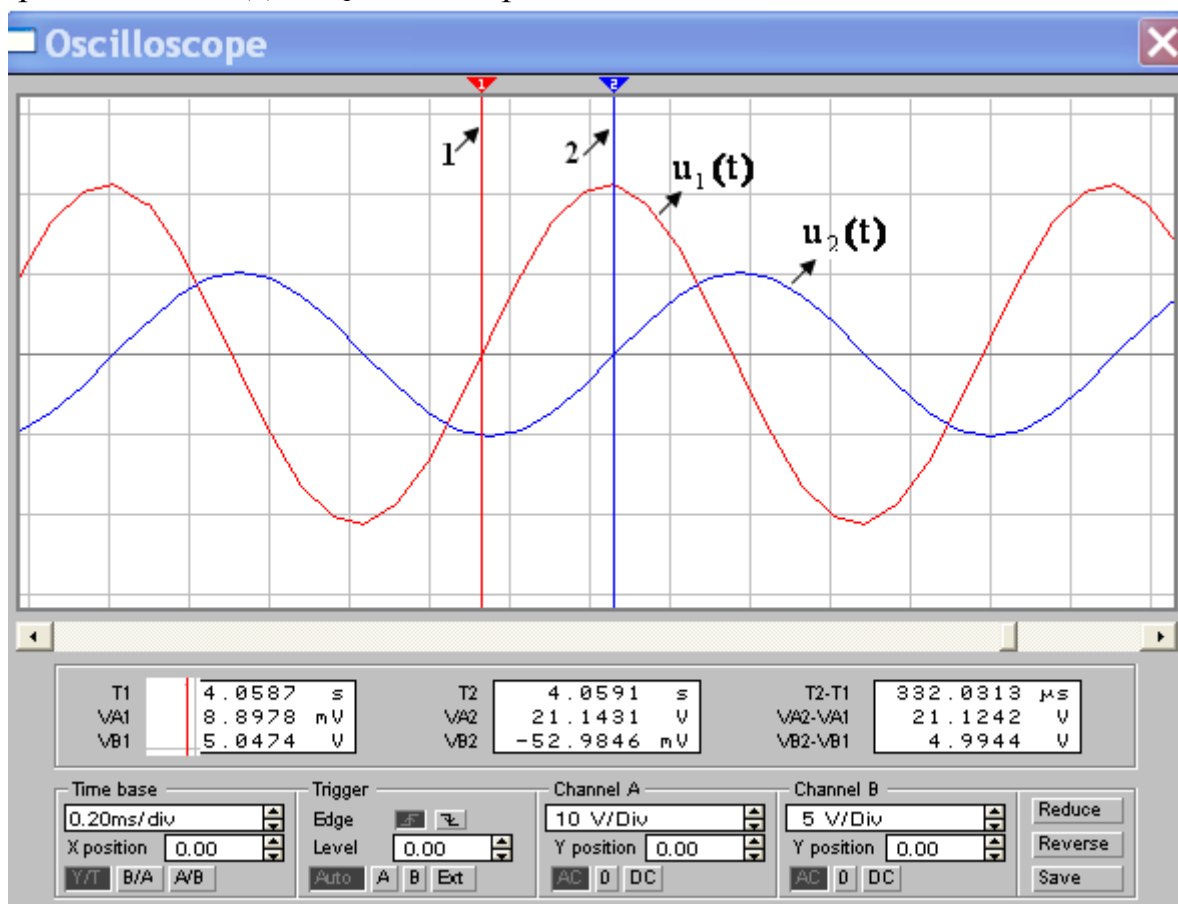

Рисунок 3.3
3.4.4 Измерить начальные фазы напряжений можно с помощью осциллографа (рисунок 3.3). Для измерения начальной фазы напряжения $u_1(t)$ канал А осциллографа подключают к точке 1 (красят этот провод в красный цвет). Для измерения начальной фазы напряжения $u_2(t)$ на выходе канал В осциллографа подключают к точке 2 (красят этот провод в синий цвет). Выставив курсор 1 на ноль напряжения на входе $u_1(t)$, а курсор 2 на ноль тока напряжения на выходе $u_2(t)$, можно измерить временной сдвиг между напряжениями $u_2(t)$ и $u_1(t)$ непосредственно по таблю T_2-T_1 .